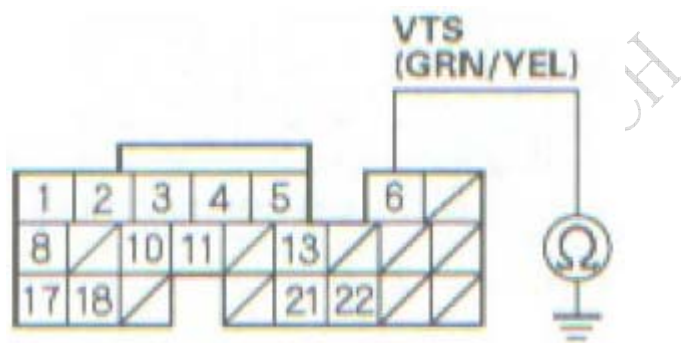

图 1
9) 检查 PCM 插头的 B6 端子与车身是否导通 (见图 1) :